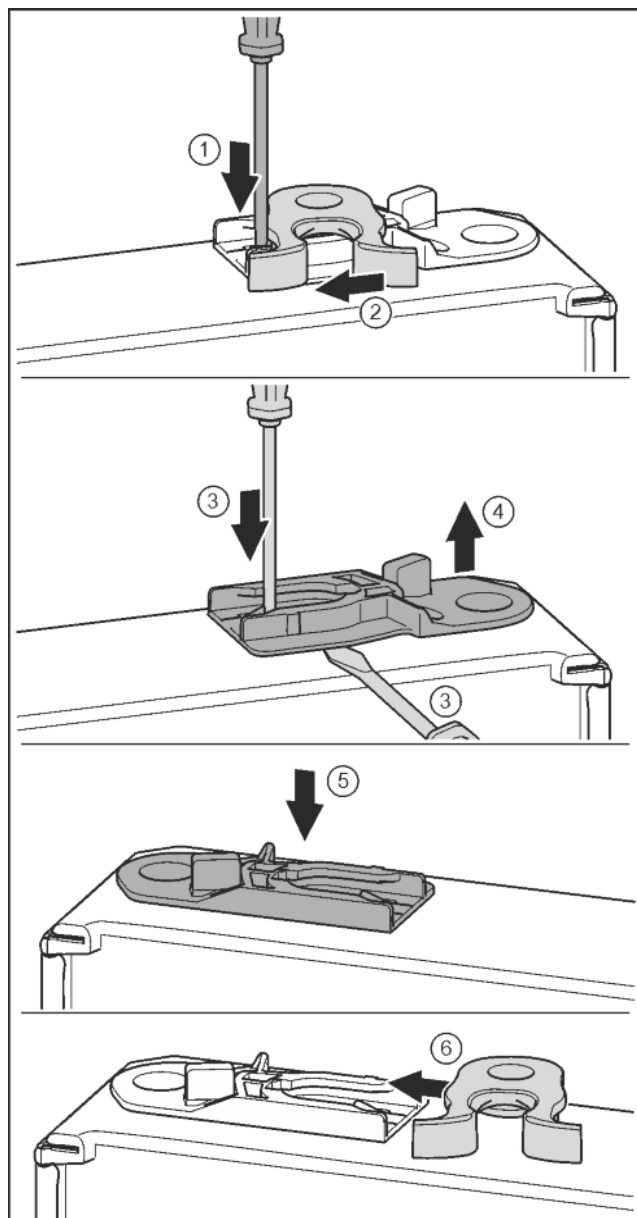

Fig. 19
- ▶ Nakładkę wcisnąć w dół przy pomocy śrubokręta. Fig. 19 (1)
- ▶ Hak zamykający wyjąć z prowadnicy. Fig. 19 (2)
- ▶ Wyjąć tuleję prowadzącą: Nakładkę wcisnąć przy pomocy śrubokręta i jednocześnie przesunąć śrubokrętem po tuleję prowadzącą. Fig. 19 (3, 4)
- ▶ Tuleję prowadzącą, objętą zakresem dostawy wsunąć po drugiej stronie obudowy. Fig. 19 (5)
- ▶ Hak zamykający wsunąć do prowadnicy. Fig. 19 (6)